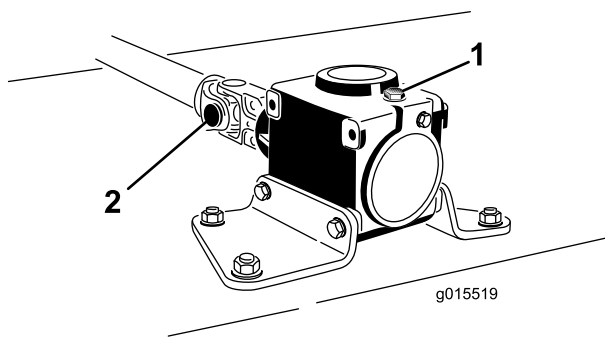

Figura 3
- Rimuovete la spina dalla forcella finale e dall'albero degli ingranaggi (Figura 3). Conservate la spina per il successivo utilizzo.
- Allentate le (2) viti a destra cilindrica e i dadi di bloccaggio (Figura 3).